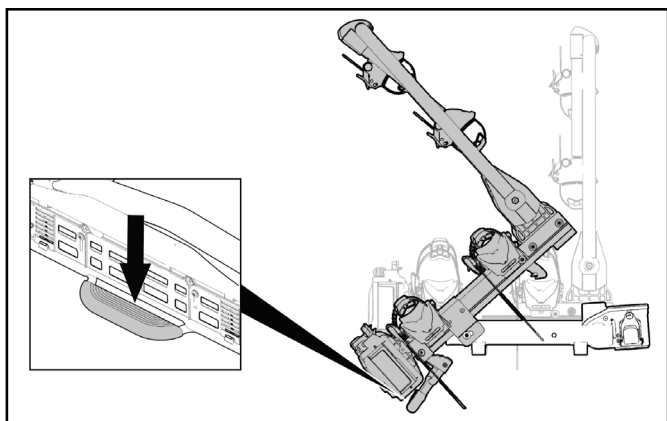

Figure 23 Rabattement du porte-vélos
- ▶ Lors du rabattement, tenez le porte-vélos par le vélo. Retirez le verrouillage avec le pied et faites basculer le porte-vélos vers le bas avec la main (Fig. 23).